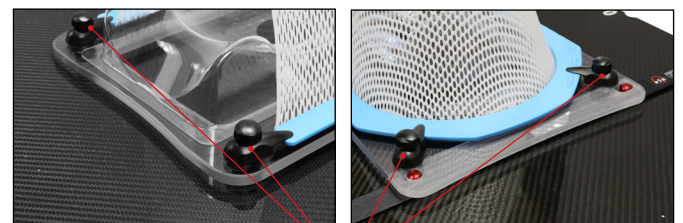

図4
2. ヘッドボードのスイベルロックを使用してマスクを固定します (図4)。